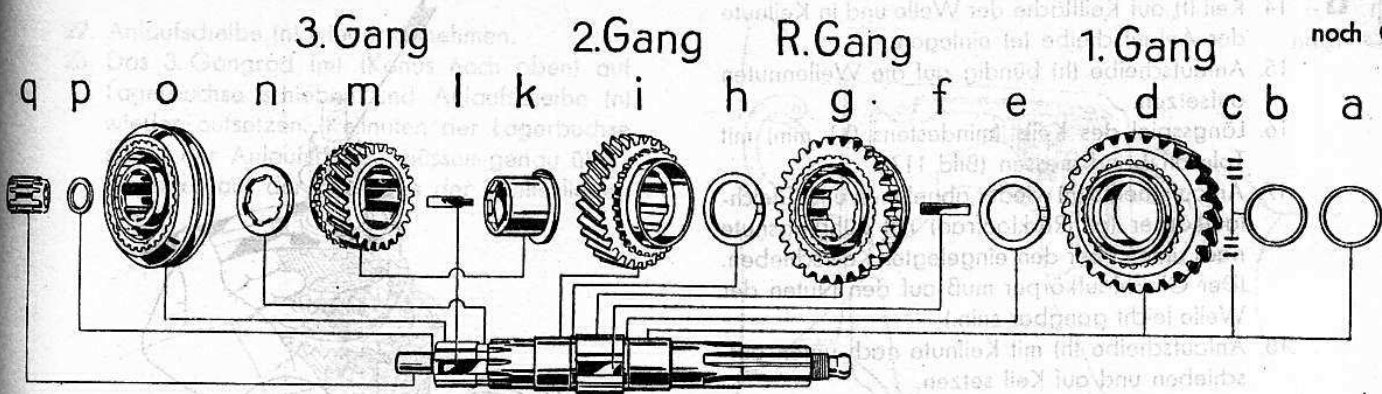

Bild 112
6. Anlaufscheibe (e) (Bild 112) mit Keilnute nach unten aufsetzen, 1. Gangrad (d) mit Konus nach unten aufschieben, Anlaufscheibe (a) auf Wellenbund auflegen.